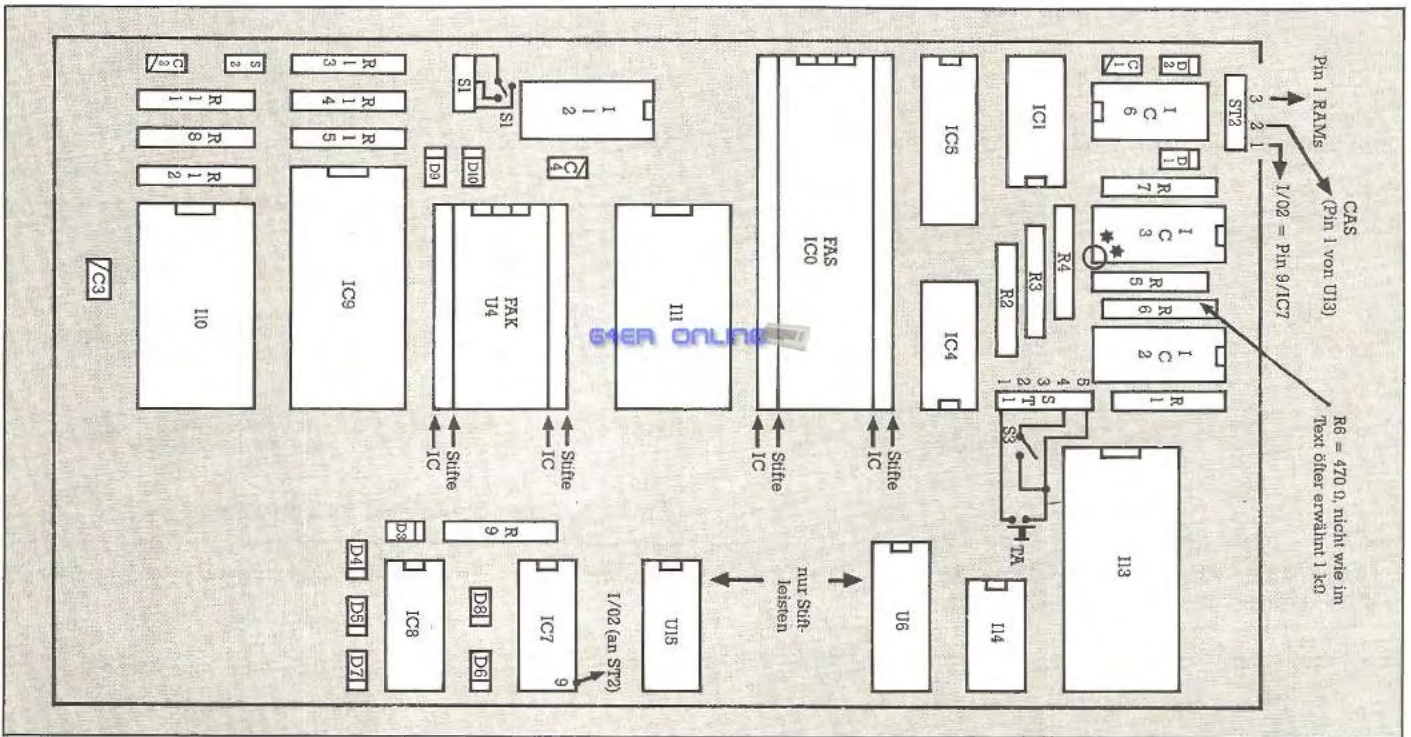

Bild 1. Der Bestückungsplan mit ausführlichen, zusätzlichen Informationen
5. Die auf Seite 34 gezeigte Platine ist eine Vorversion. Sie stimmt nicht in allen Punkten mit der veröffentlichten Version überein. Halten Sie sich daher beim Aufbau an den Bestückungsplan, der noch einmal mit zusätzlichen Informationen veröffentlicht wird (Bild 1). Dabei markiert »**« einen IC-
- Auch hat sich bei der Verdrahtung von ST1 (Bild 13 »Gesamtschaltbild«) eine Änderung ergeben. Die nun endgültige Anschlußbelegung finden Sie im Bestückungsplan Bild 1.